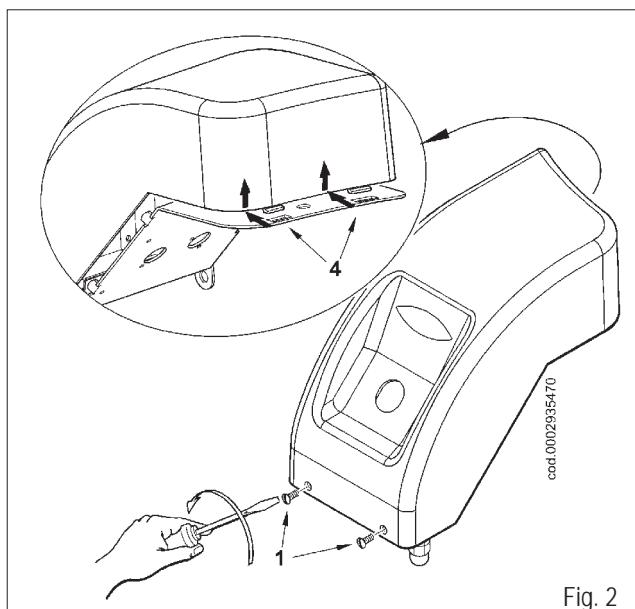

Fig. 2
- 3) Enlever à présent les 4 écrous (5) indiqués dans la figure 2, démonter le tuyau de flamme (6) et, après avoir extrait le ballon (7) des goujons correspondants, repositionner ce dernier avec la fixation taraudée de la rampe gaz tournée vers le haut.
- 4) Pour achever l'opération, fixer le tuyau de flamme (6) et le ballon (7) avec les 4 écrous (5), puis repositionner enfin le groupe de mélange dans son logement.
- 2) Pour accéder aux éléments du tableau, dévisser les deux vis (1), repousser légèrement le couvercle pour les décrocher de la base de support (fig. 2) puis le soulever.